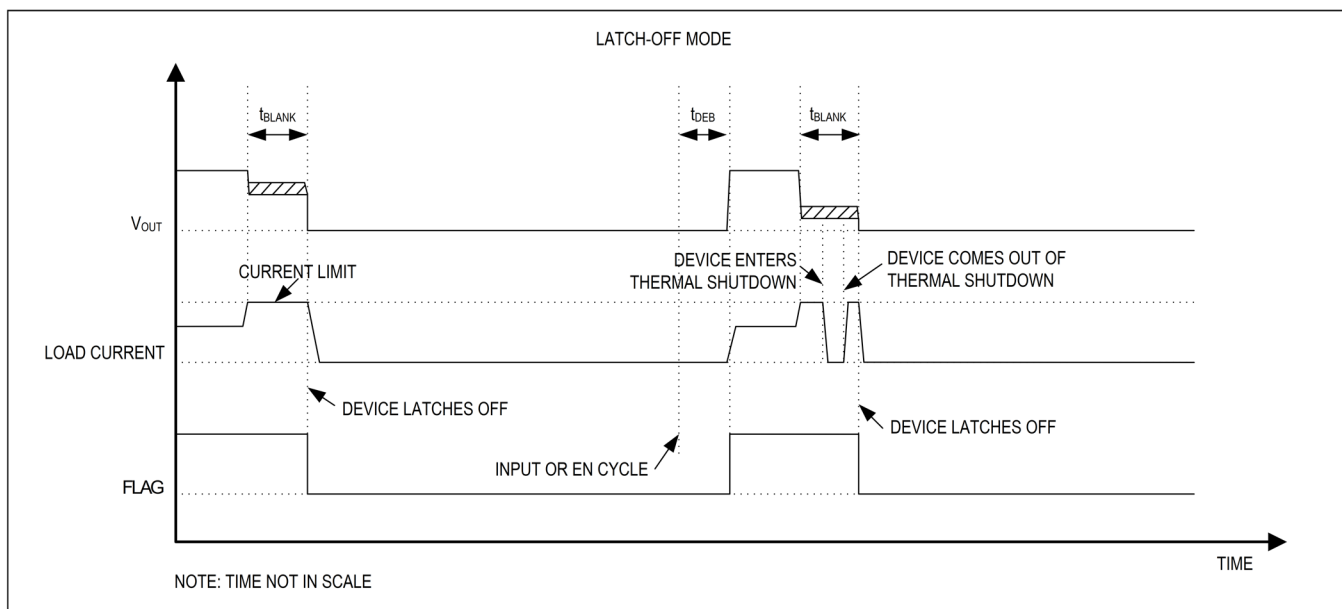

図 5. ラッチオフ・モード時のフォルト・タイミング図
ラッチオフ電流制限モードでは、デバイスを通る電流が電流制限スレッショルドに達すると、 t_{BLANK} タイマーがカウントを開始します。過電流状態の時間が t_{BLANK} を超えると、**FLAG**端子がアサートされます。 t_{BLANK} が経過する前に過電流状態が解消されると、タイマーはリセットされます。デバイスがサーマル・シャットダウン・モードに入ると出力 Q2 FET がターンオフし、ジャンクション温度が $T_{J(HYS)}$ 低下すると再びターンオンします。過電流状態が t_{BLANK} を超えて続けるとデバイスはオフになり、そのままオフの状態を維持します。デバイスをリセットするには、制御ロジック (EN) をトグルするか、入力電圧を一度オフにしてから再びオンにします。ラッチオフ電流制限モードの代表的な動作を図 5 に示します。